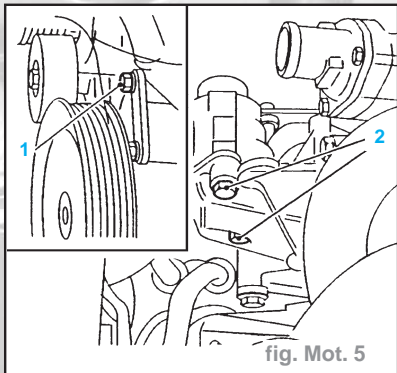

fig. Mot. 5
- Reposer la pompe d'assistance de direction (fig. Mot. 5).
- Reposer la vis de fixation (1) sur la pompe d'assistance de direction (serrage à **2 daN.m**)
- Reposer les vis de fixation (2) sur la pompe d'assistance de direction (serrage à **2,5 daN.m**).